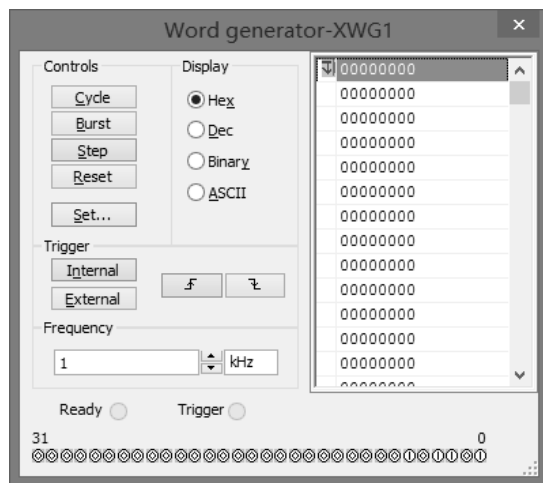

图 4.5.16 字信号发生器属性对话框
(4) 设置字信号发生器，产生输入信号。双击字信号发生器，打开属性对话框，如图 4.5.16 所示。